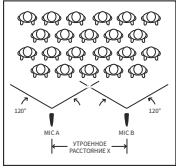

Рис. 2
- Ширина угла захвата примерно в три раза больше расстояния до ближайшего исполнителя. Если источник имеет большую ширину и требуются дополнительные микрофоны, они должны располагаться на расстоянии, не менее чем в три раза превышающем расстояние до переднего источника, чтобы предотвратить фазовую нейтрализацию (рис. 2).